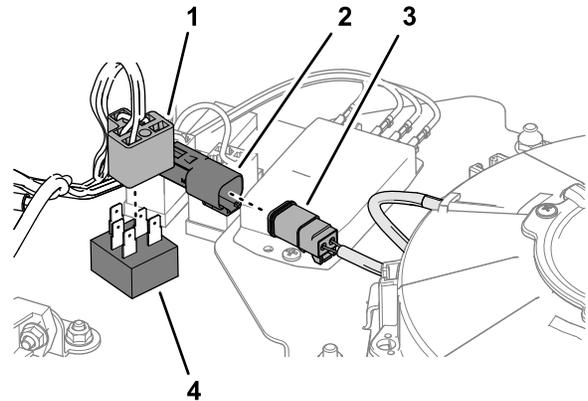

**Figura 9**
3. Collegate il connettore a 2 prese a quello a 2 pin del cablaggio preassemblato dell'adattatore per il pannello dell'interruttore (Figura 9) in corrispondenza della derivazione di 20 cm del cablaggio preassemblato del kit.